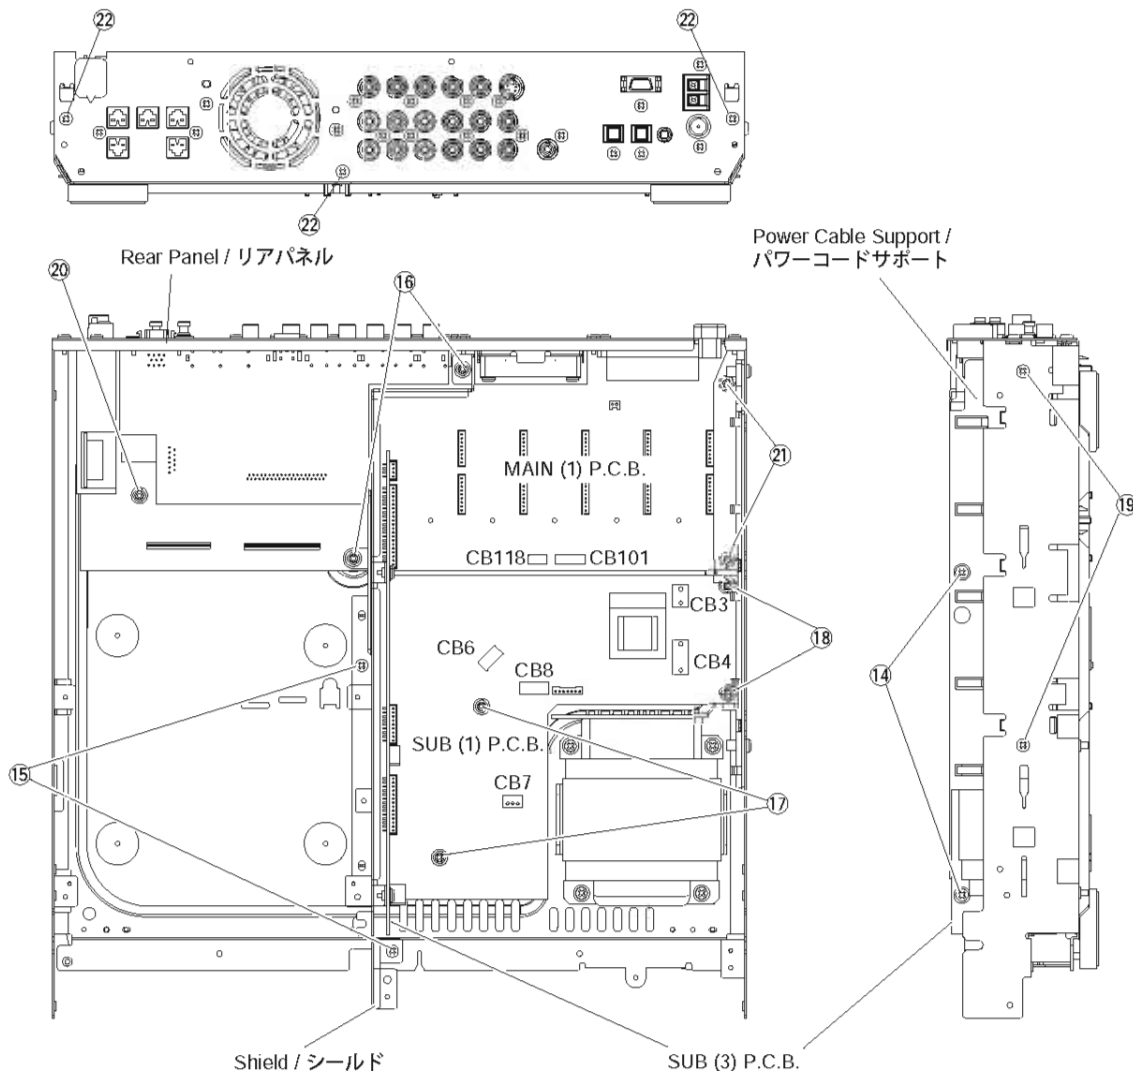

Fig. 7
8. Removal of SUB (3) & SUB (1) P.C.B.
- a. Remove 2 screws (14) in Fig. 7.
- b. Remove 2 screws (15) and 2 screws (16) and then remove the Shield in Fig. 7.
- c. Remove the SUB (3) P.C.B. in Fig. 7.
- d. Remove 2 screws (17) and 2 screws (18) in Fig. 7.
- e. Disconnect the connectors CB3, CB4, CB6, CB7, CB8, CB101 and CB118 in Fig. 7.
- f. Remove the SUB (1) P.C.B. in Fig. 7.
8. SUB (3) & SUB (1) P.C.B.の外し方
- a. 14のネジ2本を外します。(Fig. 7)
- b. 15のネジ2本、16のネジ2本を外し、シールドを外します。(Fig. 7)
- c. SUB (3) P.C.B.を外します。(Fig. 7)
- d. 17のネジ2本、18のネジ2本を外します。(Fig. 7)
- e. コネクタCB3、CB4、CB6、CB7、CB8、CB101、CB118を外します。(Fig. 7)
- f. SUB (1) P.C.B.を外します。(Fig. 7)
- a. Remove 2 screws (19) and then remove the Power Cable Support in Fig. 7.
- b. Remove 1 screw (20) and 2 screws (21) in Fig. 7.
- c. Remove 3 screws (22) in Fig. 7.
- d. Remove the MAIN P.C.B. with the Rear Panel attached to it in Fig. 7.
- a. 19のネジ2本を外し、パワーコードサポートを外します。(Fig. 7)
- b. 20のネジ1本、21のネジ2本を外します。(Fig. 7)
- c. 22のネジ3本を外します。(Fig. 7)
- d. リアパネルが付いた状態でMAIN P.C.B.を外します。(Fig. 7)